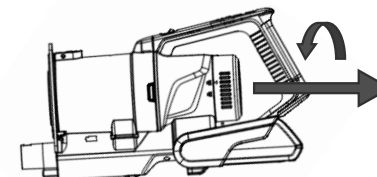

Rys. 2
- Przed użyciem zwolnij zatyczkę pojemnika na wodę i wlej do pojemnika wodę destylowaną (rys. 2). Przestrzegaj maksymalnego poziomu wody wg znaku MAX znajdującego się z boku pojemnika na wodę (Rys. 2).
- W przypadku mycia podłogi, nawilż włókninę czyszczącą (17) kilkakrotnym naciśnięciem pompki do wody na pojemniku z wodą. Lepszy efekt mycia osiąga się po nawilżeniu włókniny tuż przed jej użyciem.